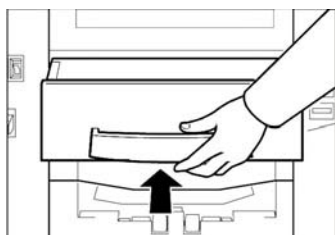

图 5-37 装回版纸排出盒
② 将版纸排出盒重新推入，直到听到“咔”的一声卡到位为止，如图 5-37 所示。
(4) 清洁热敏打印头